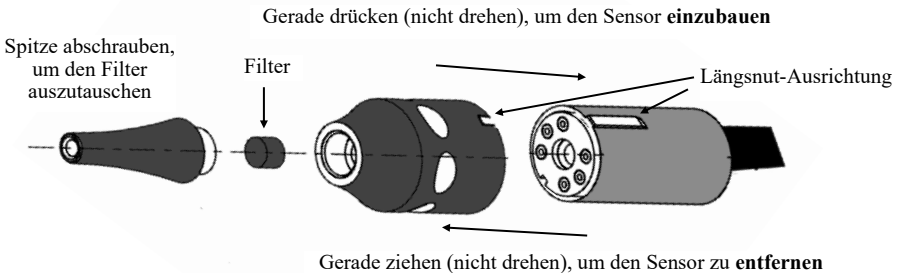

Abbildung 2
**Austausch des Sensors:** Sensor durch Herausziehen aus der Anschlussbuchse entfernen. Neuen Sensor durch Ausrichtung der Kerbe in der Sensorabdeckung mit der erhabenen Längsnut am Anschlussbuchsenhalter des Sensors einbauen (siehe Abbildung 2).